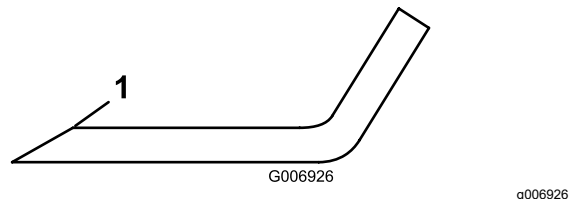

Рисунок 75
4. Осмотрите режущие кромки всех ножей. Заточите режущие кромки, если они не острые или зазубренные, заточите только верхнюю сторону режущей кромки и восстановите первоначальный угол заточки для обеспечения остроты ножей (Рисунок 75).